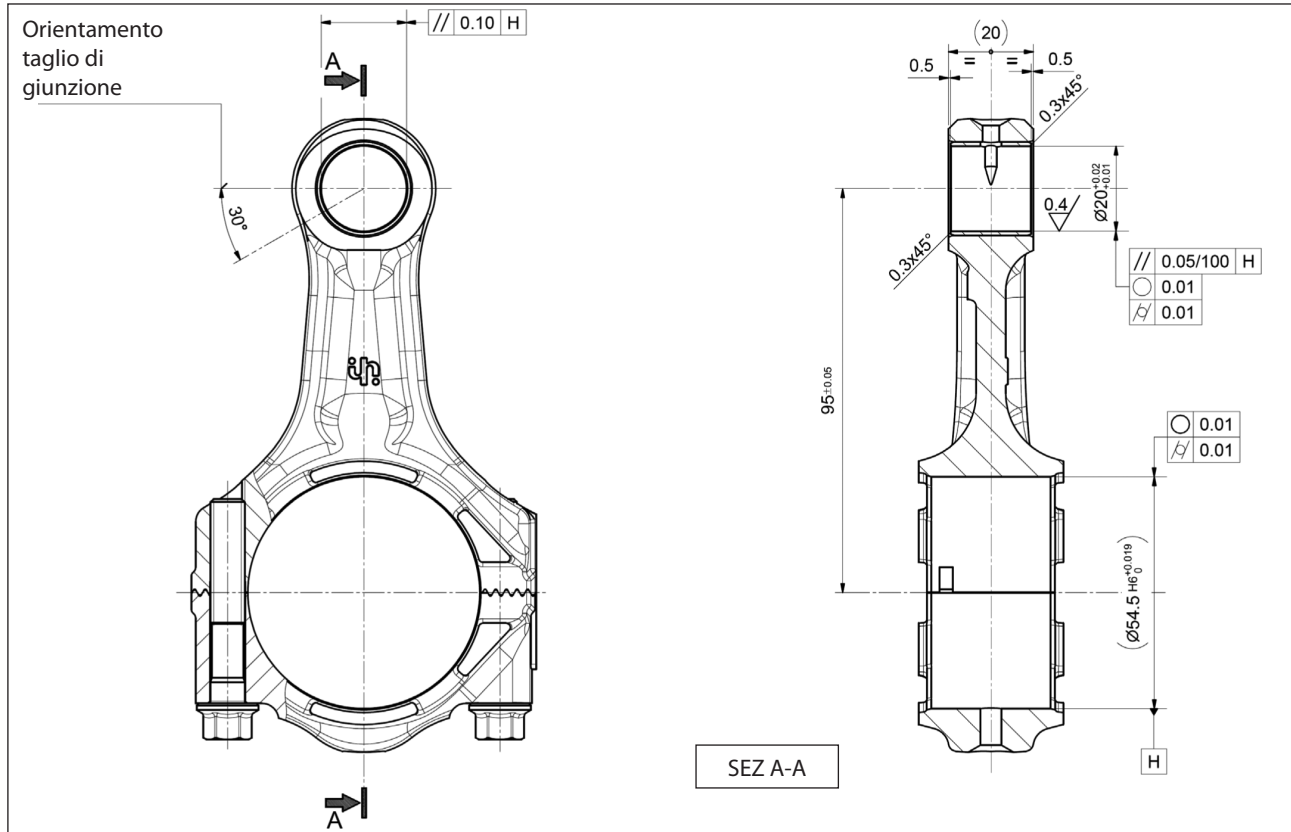

Fig. 25
- il taglio di giunzione venga orientato come indicato in Fig. 25.
Eseguire successivamente le lavorazioni meccaniche rispettando tassativamente dimensioni e tolleranze riportate in Fig. 25.